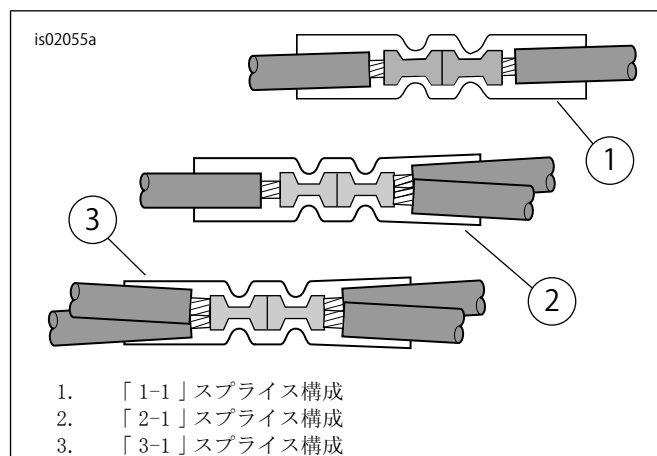

図4。スプライン構成
4. 図12を参照してください。青色のシールドスプラインコネクタ(13)をキットから取り出します。「図4」の「2-1スプライン構成」を参照します。サービスマニュアル付録の説明に従い、サテライトレシーバーワイヤーハーネス電源リードをメインハーネスのオレンジ/白色ワイヤーに接合します。
- 図12を参照してください。キットから赤色のシールドスプライスコネクター(12)を取り出します。「図4」を参照して、1を1のスプライス設定に入れます。サービスマニュアル付録の説明に従い、サテライトレーシーバーワイヤーハーネス電源リードをアダプターのワイヤーに接合します。
- 図12を参照してください。キットから青色のシールドスプライスコネクター(13)を取り出します。「図4」の「2-1スプライス構成」を参照します。サービスマニュアル付録の説明に従い、切断したオレンジ/白色ワイヤーにサテライトレーシーバーワイヤーハーネス電源リードを接合します。
3. 図12を参照してください。キットから青色のシールドスプライスコネクター(13)を取り出します。「図4」の「2-1 スプライス構成」を参照します。サービスマニュアル付録の説明に従い、サテライトレシーバーワイヤーハーネス電源リードをメインハーネスのオレンジ/白色ワイヤーに接合します。